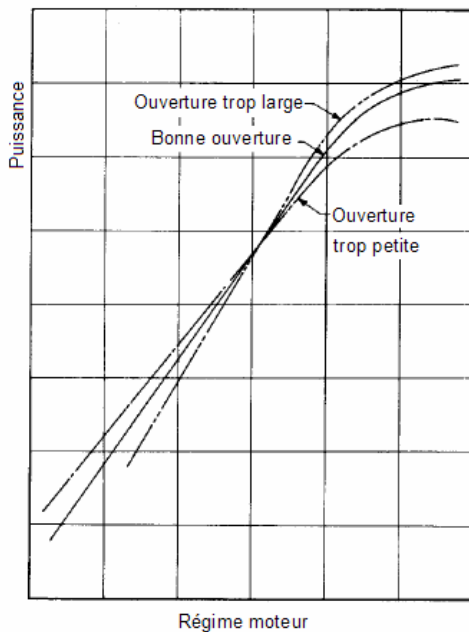
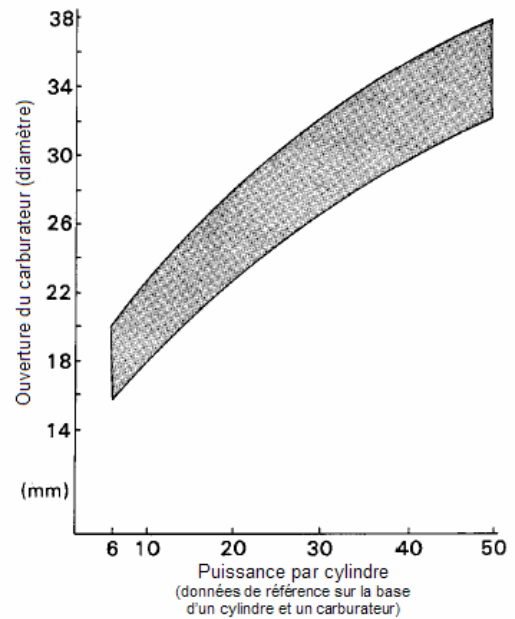

Fig. 10
Fig. 11
Un des préalables pour améliorer le rendement est d'utiliser un carburateur avec une aussi grande ouverture que possible. Cependant, une grande ouverture seule n'améliore pas nécessairement le rendement. Suivant les indications de la Fig.10, il est vrai qu'une grande ouverture améliore le rendement de puissance dans les hauts régimes. Dans la gamme des bas régimes une augmentation de l'ouverture dégradera le rendement. L'ouverture d'un carburateur est déterminée par divers facteurs. Ces facteurs incluent (1) la destination à la course du véhicule, (2) la conception du moteur, (3) l'expérience du conducteur, (4) la préférence du conducteur, etc. En outre, le rendement maximum, le couple maximum et le régime minimum de fonctionnement du moteur doivent également être pris en considération. La Fig.11 expose les valeurs que nous avons obtenues par notre expérience au cours des années. Vu la grande variété de types de moteurs, les valeurs données dans cette Fig. 11 doivent être prises seulement comme valeurs de départ.